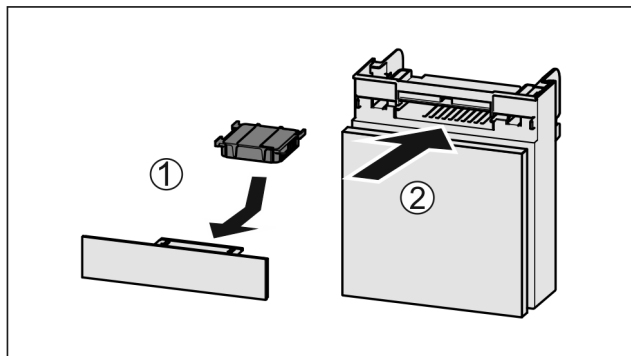

Fig. 86
- ▶ Aktivkohlefilter nach Abbildung einsetzen Fig. 86 (1).
- ▶ Fach einschieben Fig. 86 (2).